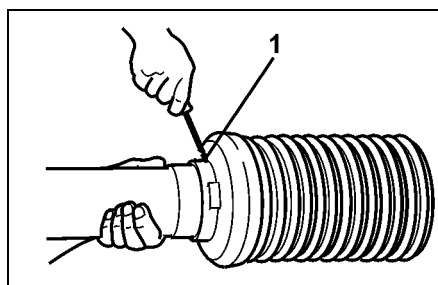

Fig. 35
1. Remove fixing bolt (Fig. 35/1).